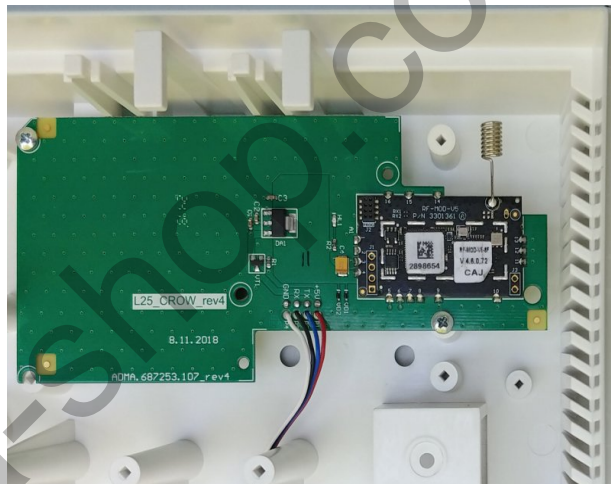

Рисунок 27. Адаптер «L25_Crow_rev4» в корпусе прибора
- «Адаптер L25_CROW_rev4» – установить в корпус прибора – рисунок 27;